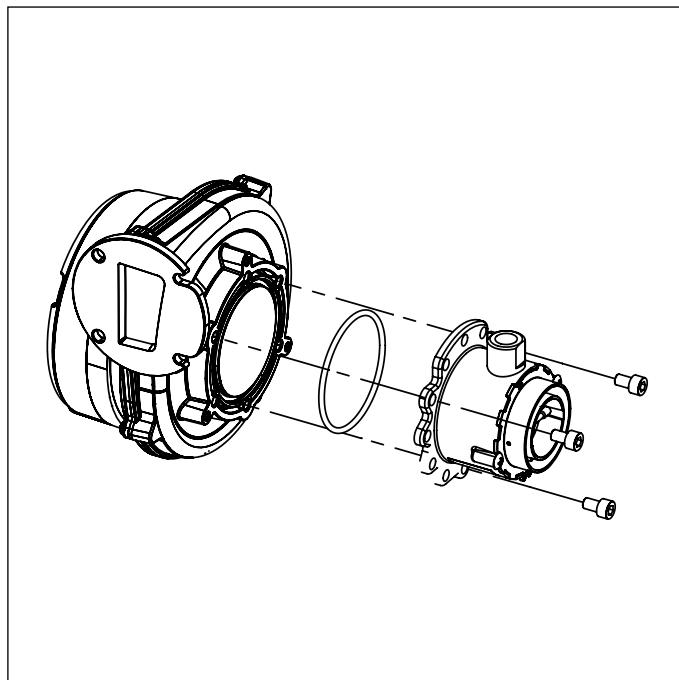

Рис. 37 Змішувач
- Зняти змішувальний вузол, відкрутивши три гвинта з циліндричною головкою (дивись Рис. 37 Змішувач).